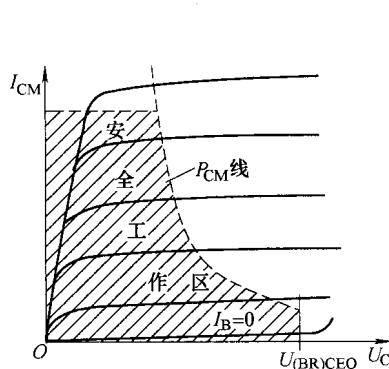

图 1-15 晶体管的安全工作区
3) 集电极最大允许耗散功率  $P_{CM}$ 。 $P_{CM}$  表示集电结上允许损耗功率的最大值。当集电极电流流过集电极时，产生的功耗使结温升高，结温太高时会使晶体管烧毁，因此规定  $P_C < P_{CM}$ 。因为集电极损耗的功率  $P_{CM} = I_C U_{CE}$ ，所以可以在输出特性曲线上画出管子的允许功率损耗线，如图 1-15 所示， $P_{CM}$  线内便为晶体管的安全工作区。 $P_{CM}$  的大小与管子的散热方式及环境温度有关。